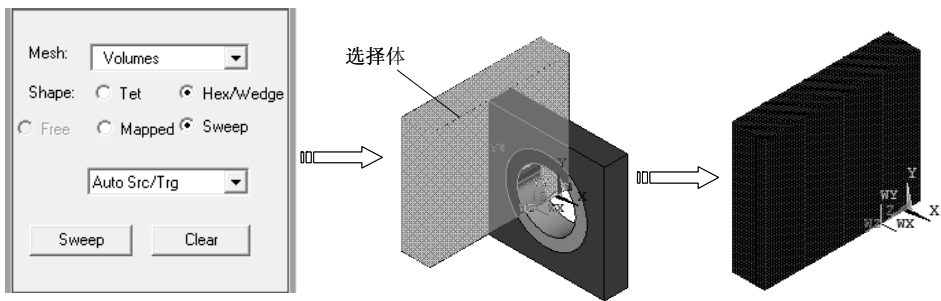

图 6-99 生成扫掠网格
2) 在网格工具中选择分网对象为 “Volumes”，网格形状为 “Hex/Wedge”，选择分网形式为 “Sweep”，然后单击 “Sweep” 按钮，拾取体，单击 “OK” 按钮生成网格，如图 6-99 所示。